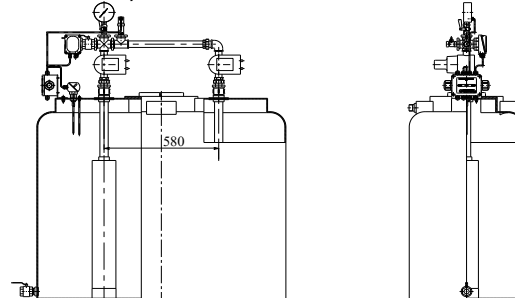

Рисунок 4— Исполнение-03
- второй погружной насос с блоком управления (рис. 4).